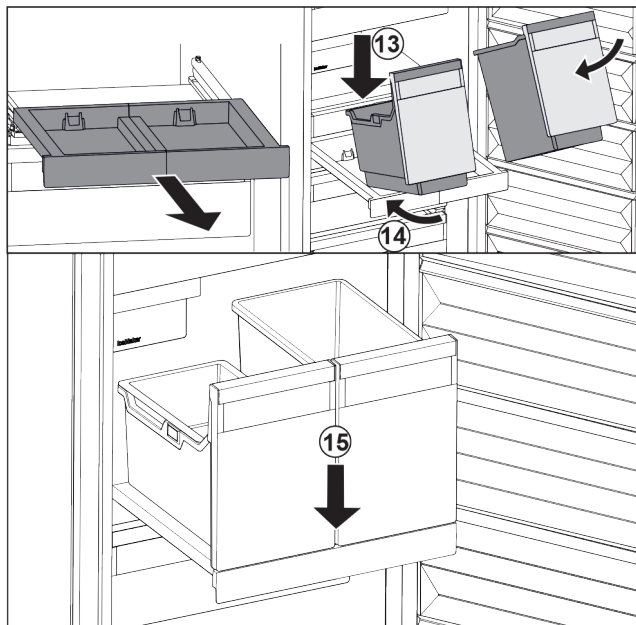

Fig. 106
- ▶ Așezați recipientele oblic pe raftul extractibil. Fig. 106 (13)
- ▶ Inșerați recipientul oblic spre partea posterioară. Fig. 106 (14)
- ▶ Depuneți recipientul în față. Fig. 106 (15)